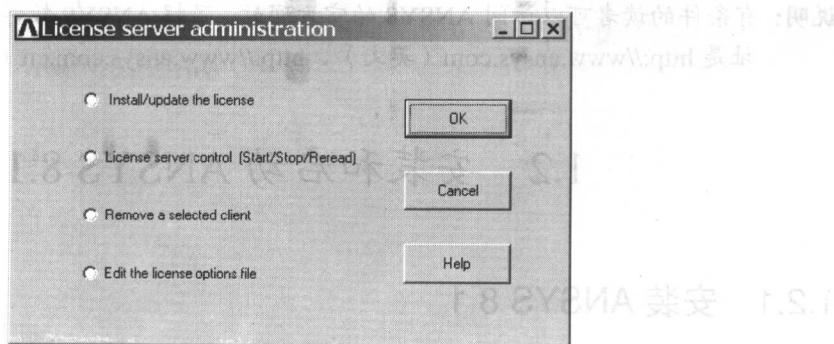

图 1.2 【License server administration】对话框
- (7) 弹出如图 1.2 所示的【License server administration】对话框，选择【Install/update the license】项，单击【OK】按钮。